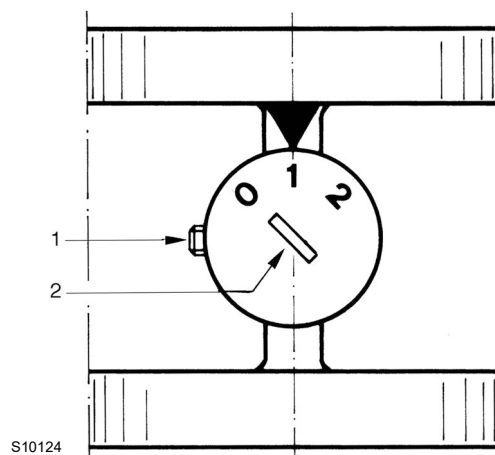

Fig. 29
- Tourner le disque 2)(Fig. 29 à la page 30) vers 0 pour réduire le débit du gaz, le tourner vers 2 pour l'augmenter.